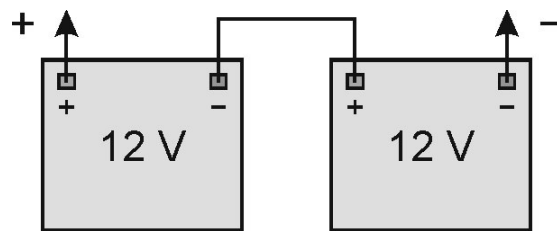

Рисунок 12
12.2.3 Підімкніть нові акумуляторні батареї відповідно до схеми наведеної на рис. 12.